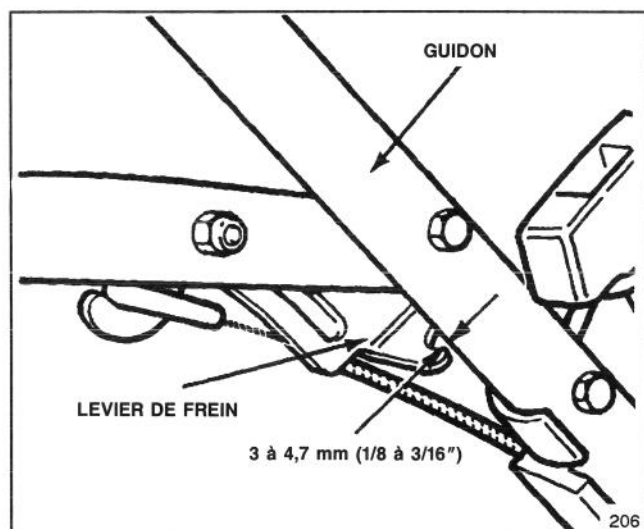

Figure 29
2. VERIFICATION DU REGLAGE (figure 29)—Serrez la barre de commande vers le guidon jusqu'à ce que le câble se tende. Il devrait y avoir un écart de 3 à 4,7 mm (1/8 à 3/16") entre le levier de frein et le guidon. Reportez-vous à l'étape 3 en ce qui concerne le réglage.